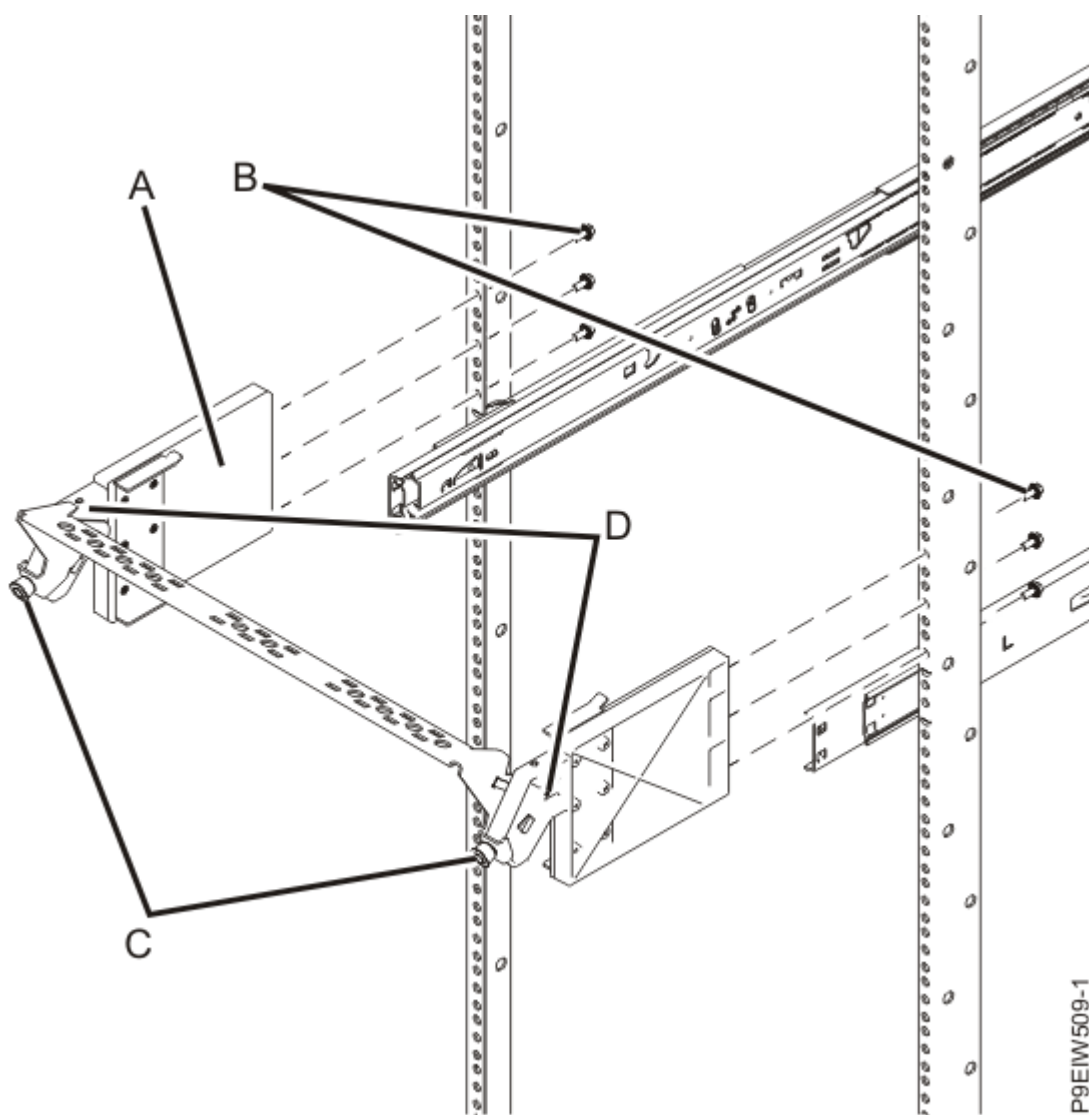

Figura 12: Fijación de la abrazadera portacables al bastidor
3. Ensamble la abrazadera portacables conectando la barra de gestión de cables a las abrazaderas portacables, utilizando dos tornillos M3 (**D**), tal como se muestra en la Figura 12 en la página 15.
- b. Desde dentro del bastidor, instale tres tornillos (**B**) a través de los rebordes del bastidor y en la abrazadera portacables (**A**), tal como se muestra en la Figura 12 en la página 15.
5. Ajuste la abrazadera portacables de acuerdo con sus necesidades tirando de los tornillos de mano (**C**) e inclinando la abrazadera, tal como se muestra en la Figura 12 en la página 15.